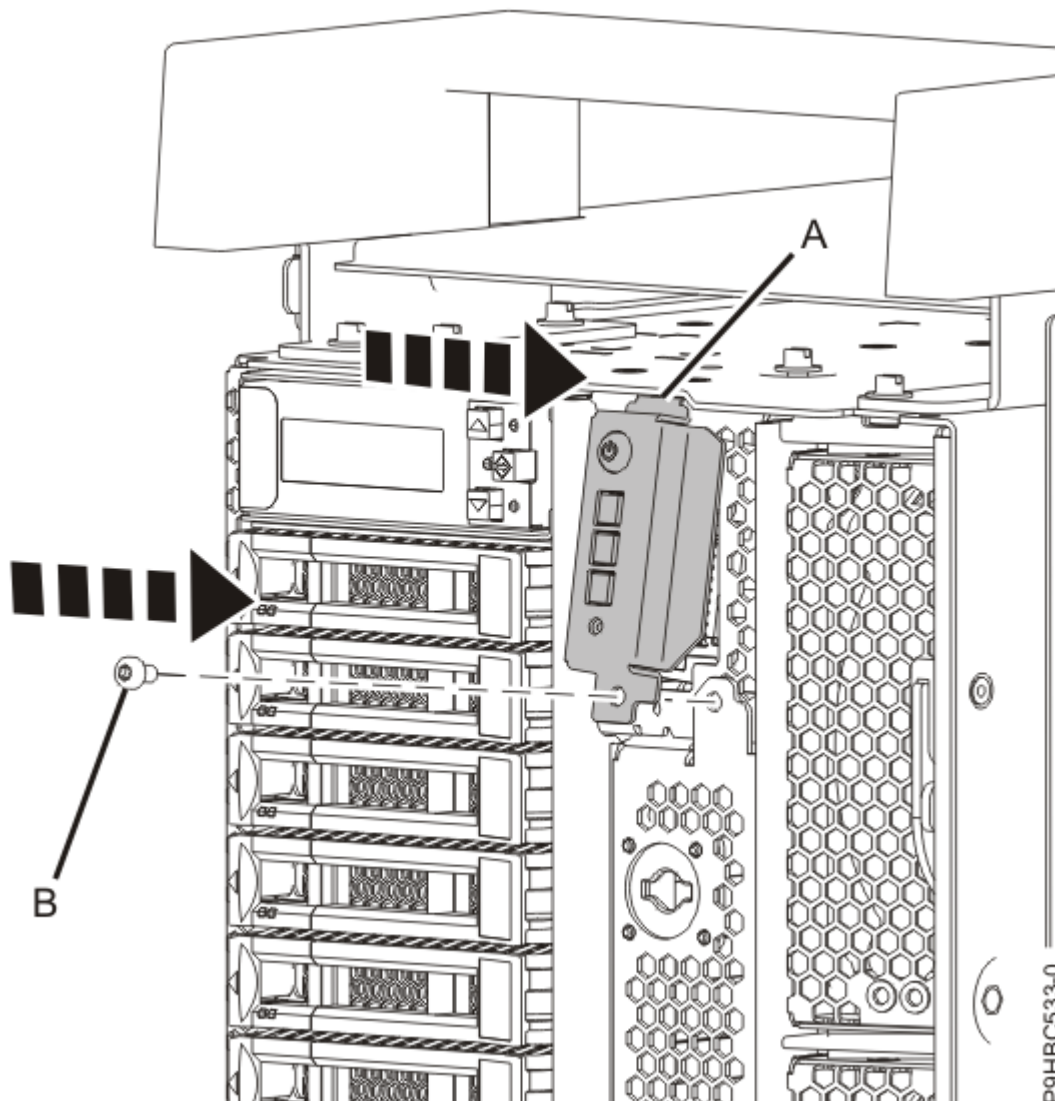

Figura 26. Fixació del panell de control en un sistema autònom
- b) Feu girar el panell de control cap a munt per fixar la pestanya superior **(A)**, tal com es mostra a la Figura 26 a la pàgina 28, i, a continuació, substituiu el cargol **(B)** que colla el panel de control al sistema.